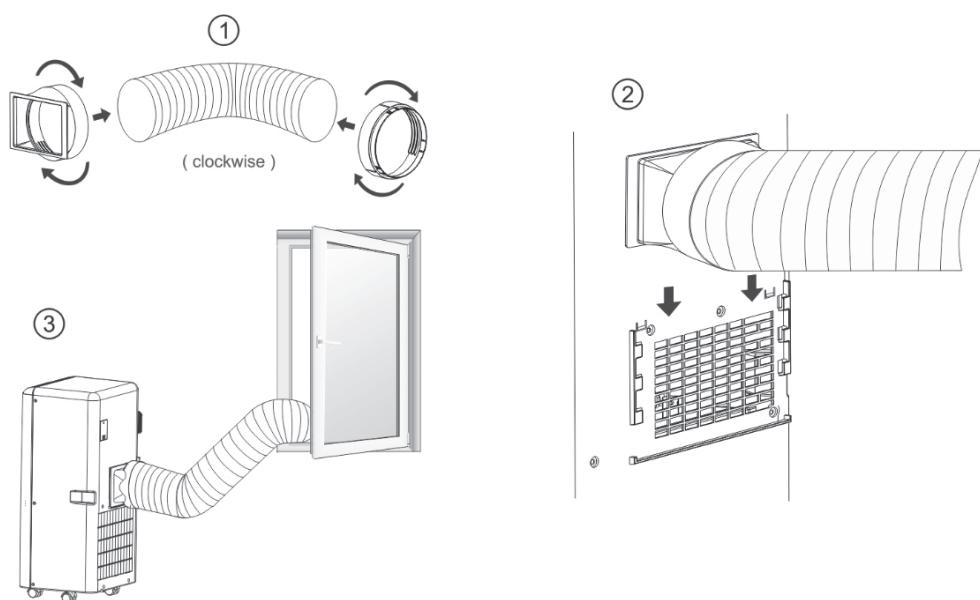

Fig. 4
2. Inserte el clip de fijación cuadrado en las aberturas de la parte posterior del acondicionador de aire (véase la Fig. 4).